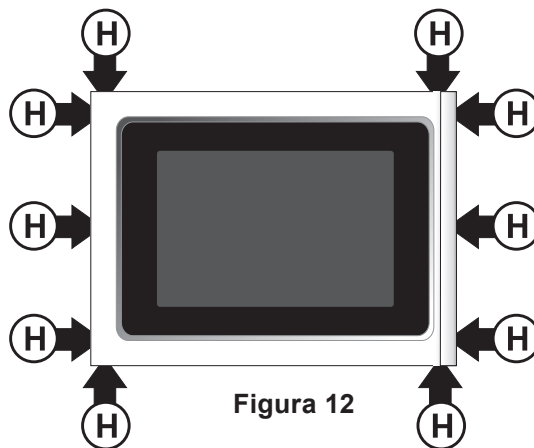

Figura 12
- 4.3.1. Quite los tres (3) tornillos, a cada lado, que sujetan el montaje exterior de la puerta (panel de puerta y agarradera). Quite también los cuatro (4) tornillos situados en la parte superior (2) y debajo del montaje exterior de la puerta (2) (ver H, Figura 12 (10 tornillos en total)).